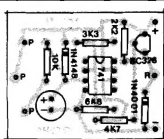

Fig.3
- FIG. 3 - CHAPEADO DA MONTAGEM - A plaquinha específica, agora visto pelo seu lado não cobreado, já com todas as peças do módulo (menos o potenciômetro, sobre o qual falaremos e detalharemos mais adiante...) colocadas. Atenção à posição do 741 (referenciada pela extremidade de marcada), do BC328 (referenciado pelo lado "chato" do componente), dos diodos (indicada pela extremidade que contém uma cinta ou anel em cor contrastante...) e à polaridade do capacitor de 100u (eletrolítico de boa qualidade ou - de preferência - tântalo...). Cuidado, também, para não "trocar as bolas" quanto aos valores/posições dos resistores (qualquer inversão "bagunçará" o funcionamento do circuito...). Quem for novato deve recorrer aos encartes (já citados) INSTRUÇÕES GERAIS PARA AS MONTAGENS e TABELÃO APE, na busca de importantes subsídios práticos... Depois de todas as peças soldadas, tudo deve ser conferido (posições, valores, códigos, polaridades, etc.),
- FIG. 4 - LIGAÇÃO/FIXAÇÃO DO POTENCIÔMETRO - O potenciômetro de 1M deve ser ligado aos pontos P-P-P da placa (ver fig. 3), sob uma condição mecânica muito especial, destinada a enfatizar a compactação geral do módulo... Conforme vemos em 4-A, inicialmente três pedacinhos (uns 2 ou 3 centímetros cada...) de fio rígido e nú devem ser enfiados nos furos respectivos, e soldados, de modo que se projetem pelo lado cobreado (não pelo lado dos componentes...). Notem que os pontos P-P-P já estão "leiautados" e posicionados de